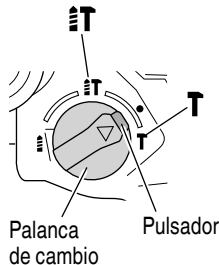
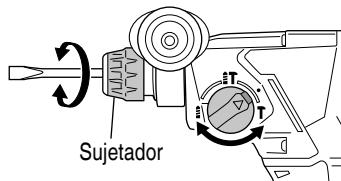

Fig. 24
Fig. 25
- (1) Montar la punta rompedora o cortafriós.
- (2) Presionar el pulsador y colocar la palanca de cambio en medio de la marca **IT** y la marca **T** (Fig. 24). Se desbloquea la rotación, girar el sujetador y ajustar el cortafriós en la posición deseada (Fig. 25).